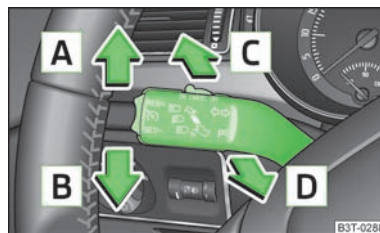

Fig. 38
- Poussez la manette vers le bas A » fig. 38 ou vers le haut B.